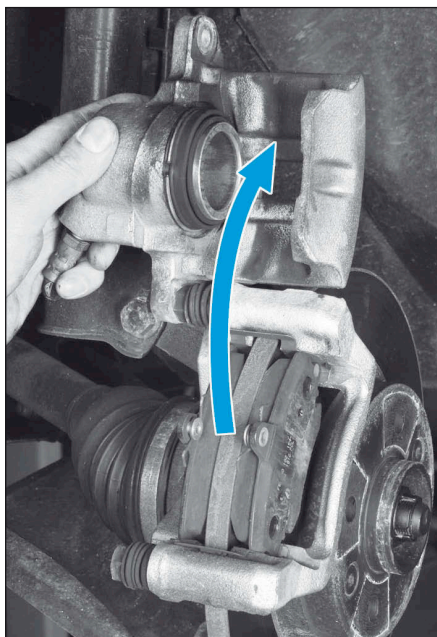

FIG.3
- Pivoter l'étrier vers le haut (Fig.3).